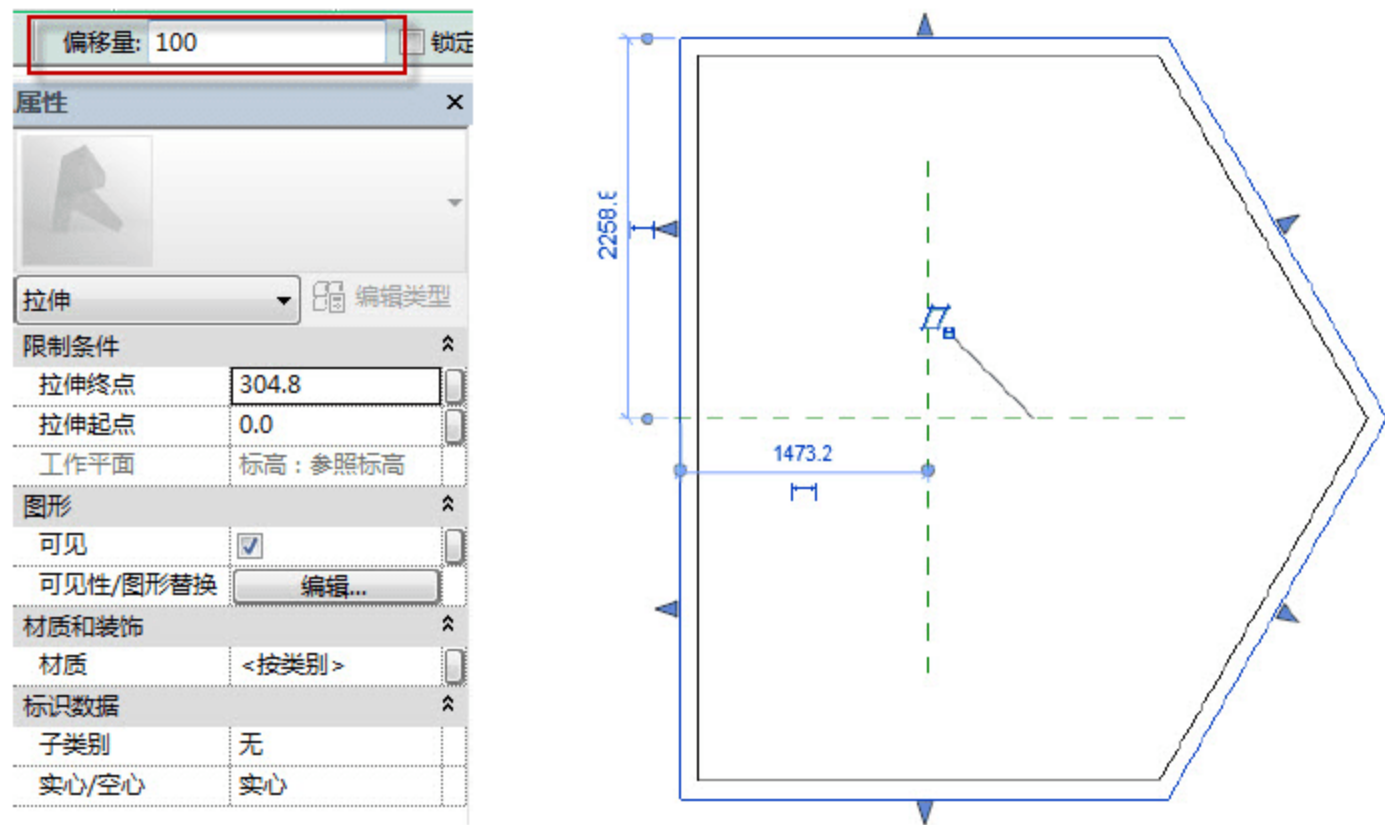

图 2.1.70 定义垫层长和宽
(6) 定义垫层长和宽。选择“创建”→“拉伸”→“拾取线”命令，在“偏移量”栏，输入 100（垫层超出承台 100mm），绘制垫层平面，如图 2.1.70 所示。